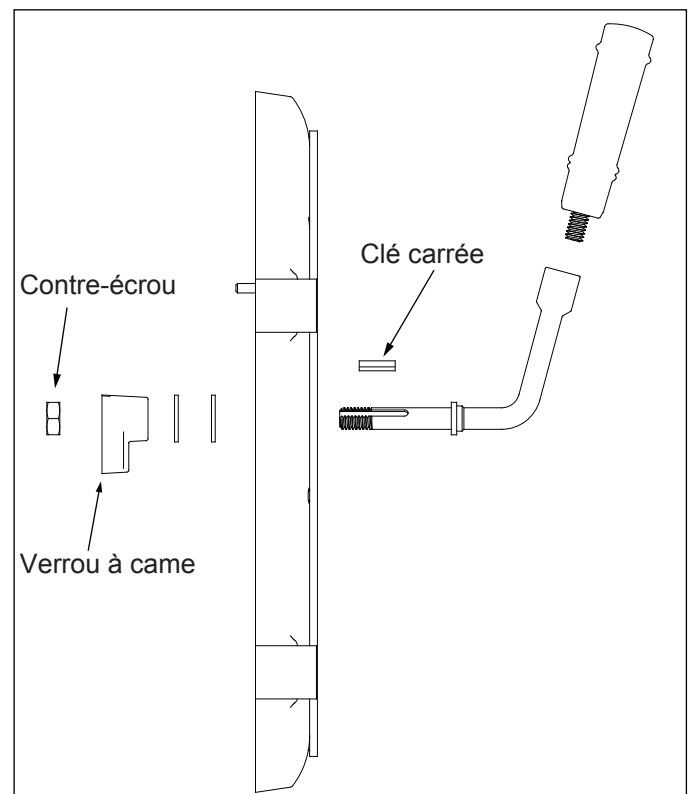

Figure 5.2
**Pièces incluses dans l'ensemble :** 1 poignée de porte, 1 clé, 2 rondelles, 1 verrou à came, 1 contre-écrou. Voir figure 5.2